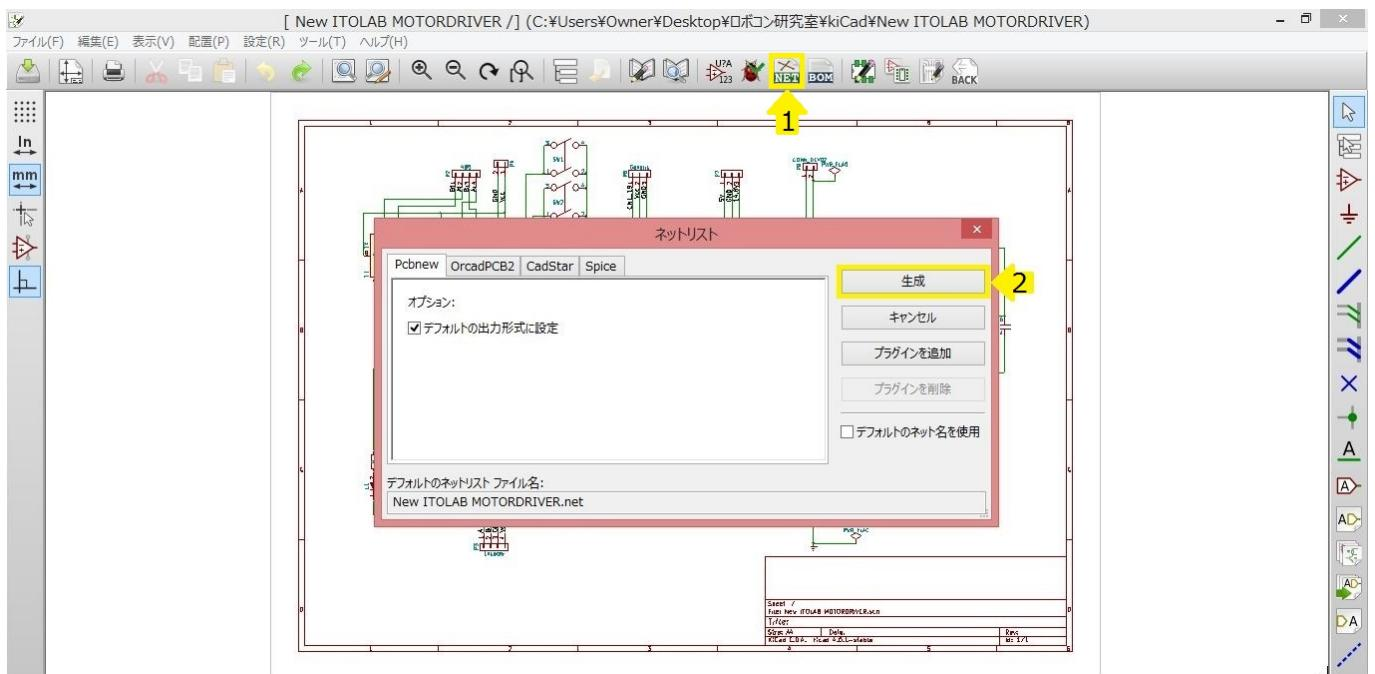

図 E.3 回路エディタ
3) 回路図作成後、図 E.3 のようにネットリストの作成を行う。